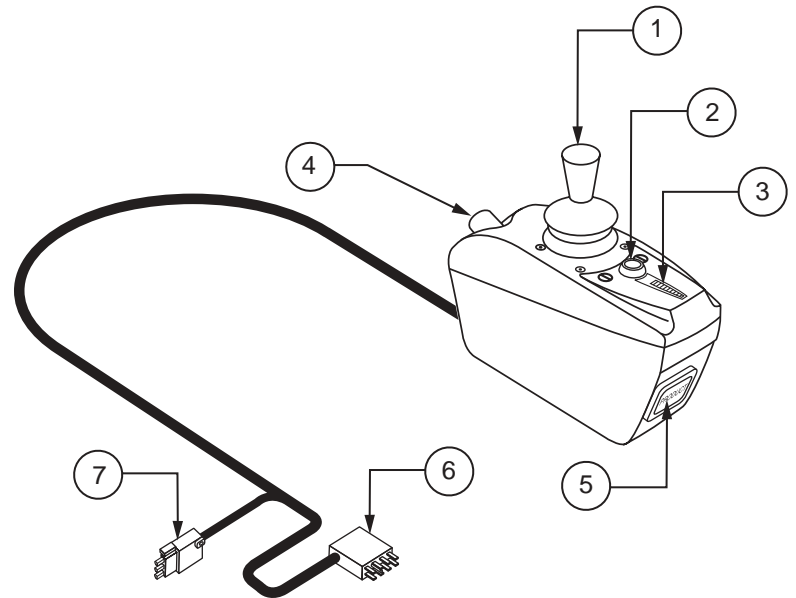

Figure 19. Contrôleur du Pilot
3. Branchez le chargeur externe dans le réceptacle du chargeur externe. Voir les figures 19, 20 et 22..
Le contrôleur Pilot est de type intégré. Tous les circuits électroniques nécessaires au fonctionnement de votre fauteuil motorisé sont intégrés dans un seul module. Voir la figure 19.